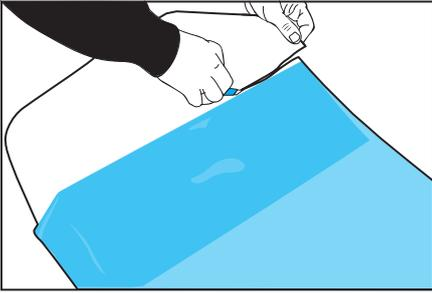
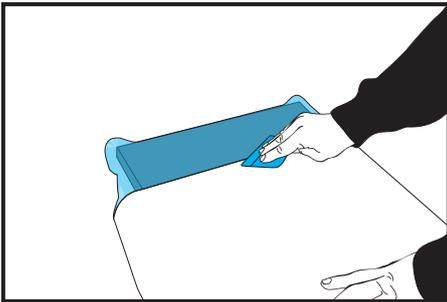
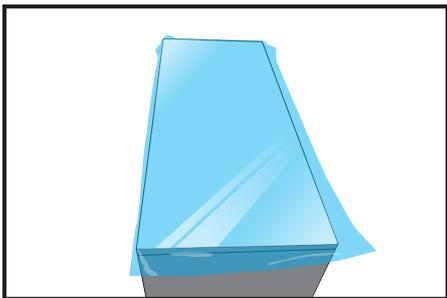

Abbildung 04
Abbildung 05
Abbildung 06
- › Etwa 10 cm vom Abdeckpapier entfernen. (Abb. 04)
- › Beginnen Sie die Verklebung der Folie an einem der Kopfenden der waagrechten Tisch- oder Trägerplatte. (Abb. 05)
- › Nach Abschluss der Folienverklebung auf der waagrechten Platte (Abb. 06) ist mit den Zuschnitten zum Beschichten der Kanten fortzufahren.
- › Es ist zunächst die waagrechte Platte zu verkleben, und zwar unter Anwendung der im vorhergehenden Absatz beschriebenen Methode. (Abb. 04) (Abb. 05) (Abb. 06)